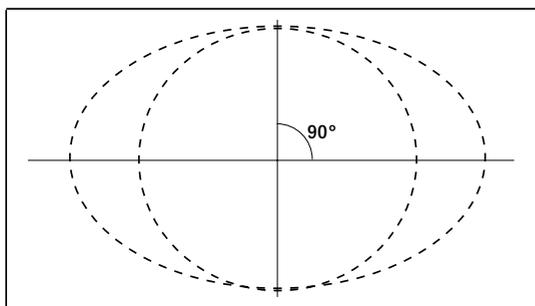

Fig. 2
(Fig. 2) Sur la partie non finie de la pièce, marquer les axes à 90° du cercle à réaliser.
**(Fig. 2)** Sur la partie non finie de la pièce, marquer les axes à 90° de l'ellipse à réaliser et déterminer les dimensions de l'ellipse.